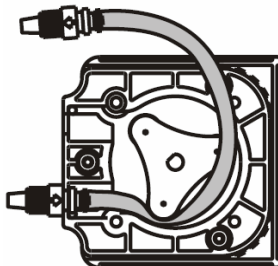

Fig. 14
- ✓ Avec la pompe en fonctionnement, insérer l'adaptateur d'aspiration dans la fente de retenue inférieure de la tête de pompe (figure 14) - **ATTENTION A VOS DOIGTS.**